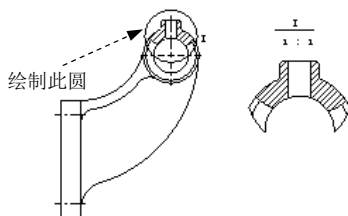

图 6.3.28 创建局部放大图
局部视图是将零件的某一部分结构用大于原图形所采用的比例画出的图形，根据需要可画成视图、剖视图和断面图，放置时应尽量放在被放大部位的附近。下面以图 6.3.28 为例，说明创建局部放大图的一般过程。
Step3. 绘制视图范围。绘制图 6.3.28 所示的圆作为视图范围。